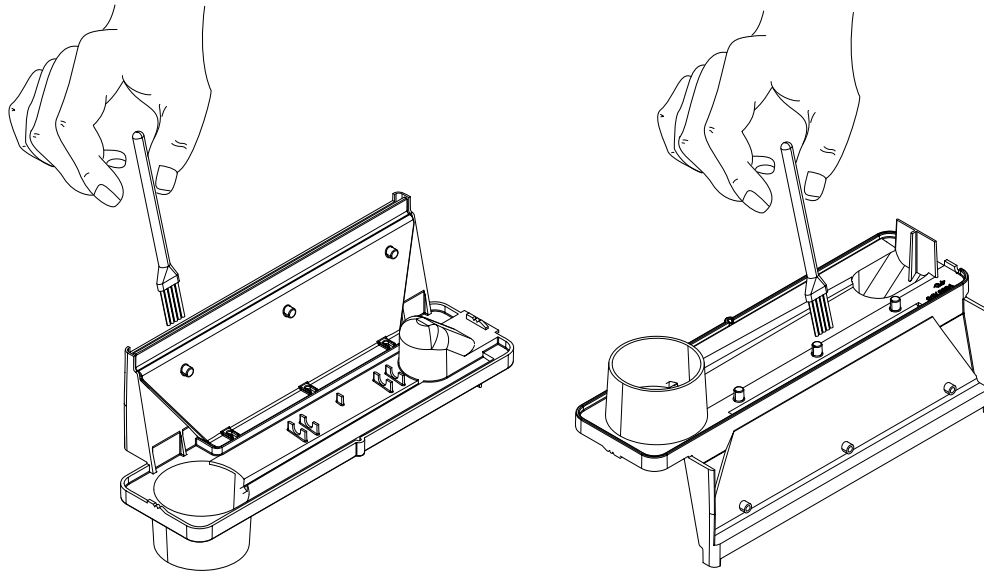

Fig.10
11. Pulire la superficie esterna del coperchio della vasca di raccolta con la spazzola quindi sciacquare accuratamente con acqua (vedere Fig. 10).